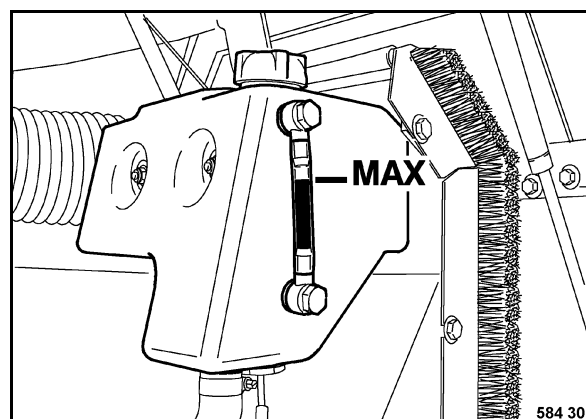

Fig. 209
- Cargar con líquido refrigerante (Fig. 209) hasta la marcación MAX y volver a enroscar la tapa de cierre.